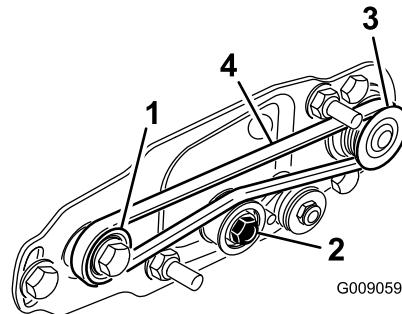

Figura 41
- Avvolgete la cinghia intorno alla puleggia **condotta** e successivamente intorno alla parte superiore della puleggia tendicinghia (Figura 41).
- Avviate la cinghia sulla **puleggia** motrice (Figura 41).